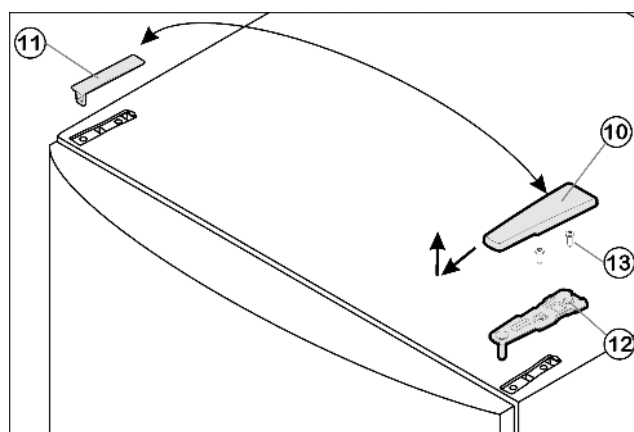

Fig. 4
- Потяните крышку Fig. 4 (10) вперед и вверх.
- Снимите крышку Fig. 4 (11).
- Открутите верхний опорный кронштейн Fig. 4 (12) (2 шт. Torx® 25) Fig. 4 (13) и вытяните вверх.
- Установите верхний опорный кронштейн Fig. 4 (12) на новой стороне шарнира и защелкните в дверце.
- Прикрутите верхний опорный кронштейн Fig. 4 (12) (с моментом 4 Нм) (2 шт. Torx® 25) Fig. 4 (13). При необходимости проделайте отверстия или используйте аккумуляторную отвертку.
- Защёлкните крышку Fig. 4 (10) и крышку Fig. 4 (11) на противоположной стороне.